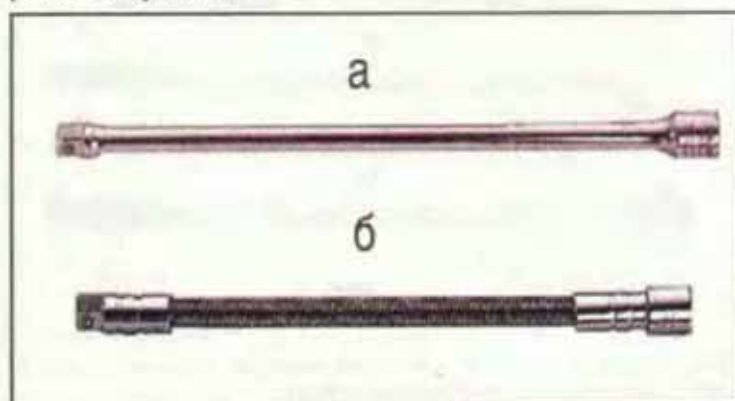

Рис.5. Удлинители: а – жесткий; б – гибкий.
**Удлинители** производятся жесткие (рис. 5,а) и гибкие (рис. 5,б). Инструментальные наборы, как правило, имеют два (реже один) жестких уд-